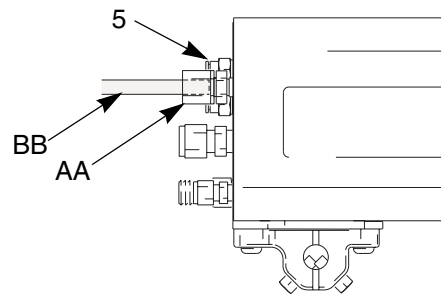

Fig. 7. Cavo a fibre ottiche
2. Rimuovere il dado (AA) dal raccordo a fibre ottiche (5) e farlo scivolare verso l'estremità del cavo a fibre ottiche (BB). Vedere Fig. 7.
3. Spingere il cavo (BB) nel raccordo (5) finché raggiunge il fondo. Serrare il dado (AA) per fissare il cavo.